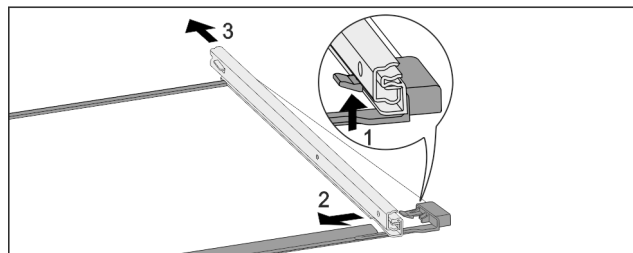

Fig. 159 Staklena ploča s vodilicama
- Prednji uskočnik pritisnite prema gore. Fig. 159 (1)
- Izvlačnu vodilicu povucite u stranu Fig. 159 (2) i prema natrag Fig. 159 (3).